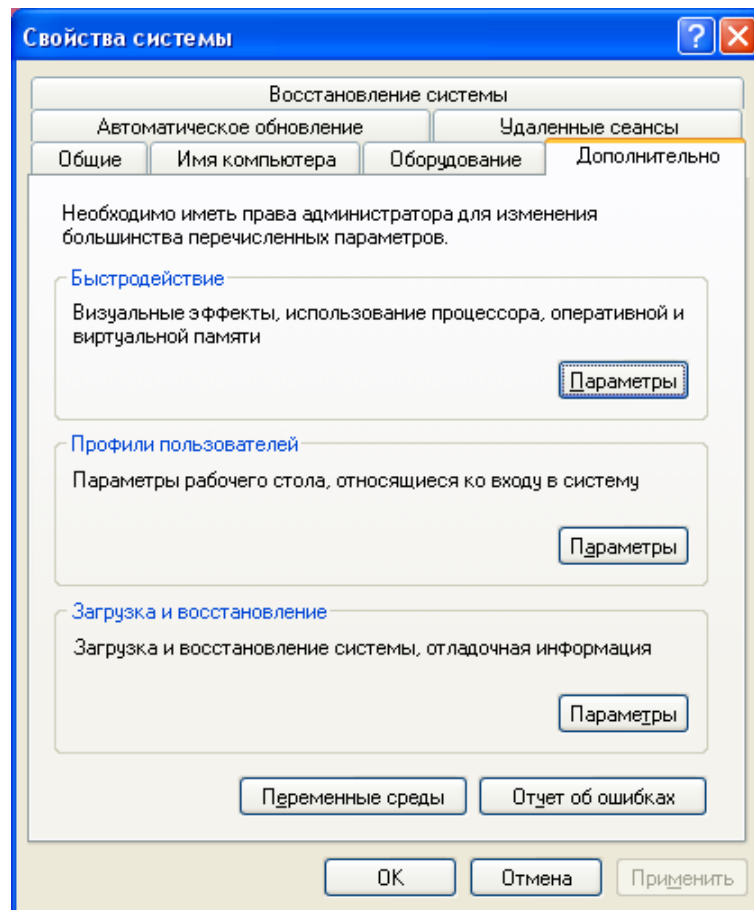

Рисунок 23
- откройте окно «**Свойства системы**», рисунок 23, щелкнув левой кнопкой мыши на значке «**Мой компьютер**» и из выпадающего списка выберите пункт «**Свойства**»;